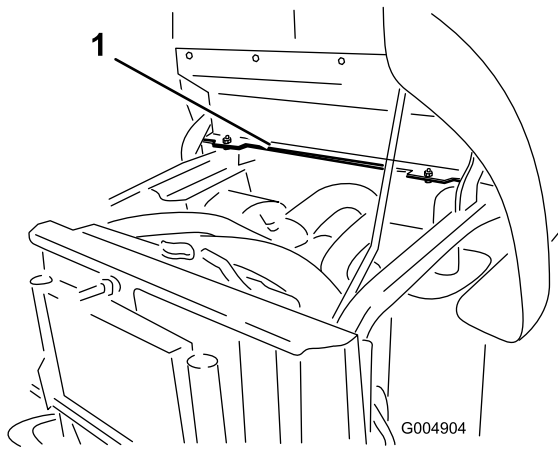

図 13
1. 後フレームマウントの左面にある2つの取り付け穴を見つける 図 13。